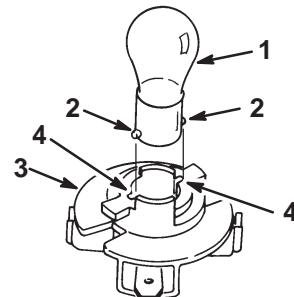

Bild 56
5. Drücken Sie die Birne hinein, drehen sie entgegen dem Uhrzeigersinn bis zum Anschlag (ca. 1/4-Umdrehung) und nehmen sie aus der Birnenfassung heraus (Bild 56).
1. Die Glühbirne hat Metallstifte an der Seite ihres Unterteils. Fluchten Sie die Stifte auf die Schlitzte in der Birnenfassung aus und setzen das Unterteil in die Fassung (Bild 56). Drücken Sie die Birne hinein und drehen sie im Uhrzeigersinn bis zum Anschlag.